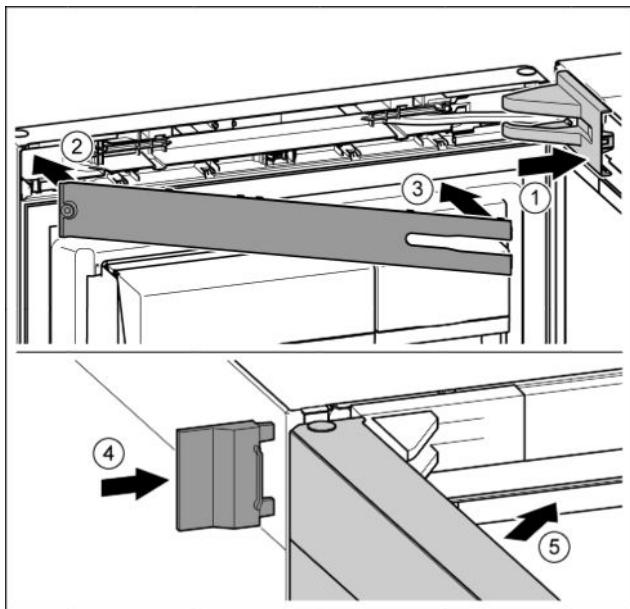

Fig. 48
- Крышку опорного кронштейна установить и зафиксировать, при необходимости, осторожно разжать. Fig. 48 (1)
- Установить накладку. Fig. 48 (2)
- Наклонить и защелкнуть накладку. Fig. 48 (3)
- Надвинуть внешнюю крышку. Fig. 48 (4)
- Закрыть верхнюю дверь. Fig. 48 (5)